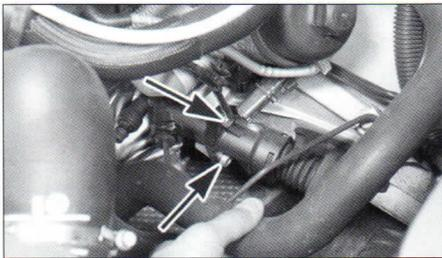

FIG. 3
- las fijaciones del receptor del mando de embrague y separarlo después de haber desembrido la tubería, pero sin desconectarla (fig. 3).